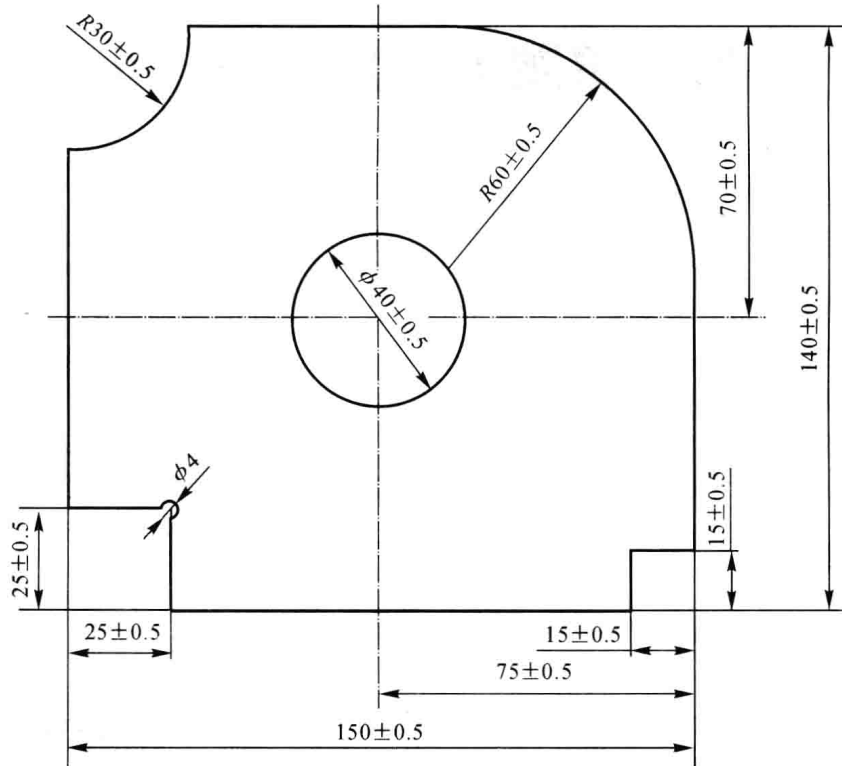

图 1.2 手工剪切零件
2. 在 $\delta 1.0\text{ mm} \times 160\text{ mm} \times 160\text{ mm}$ 的铝合金材料上完成如图 1.2 所示的手工剪切零件。